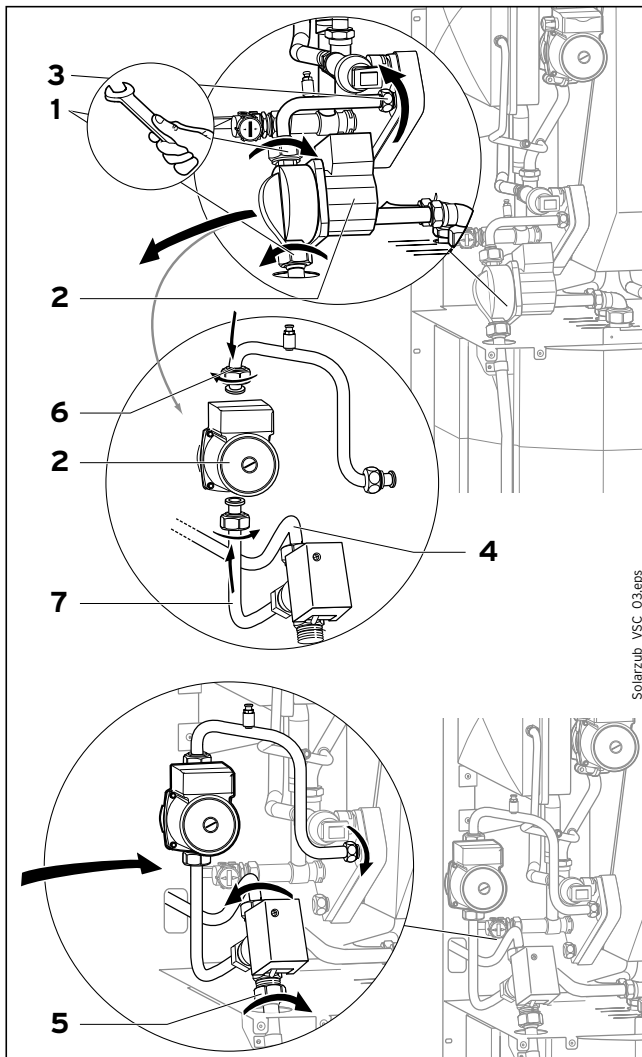
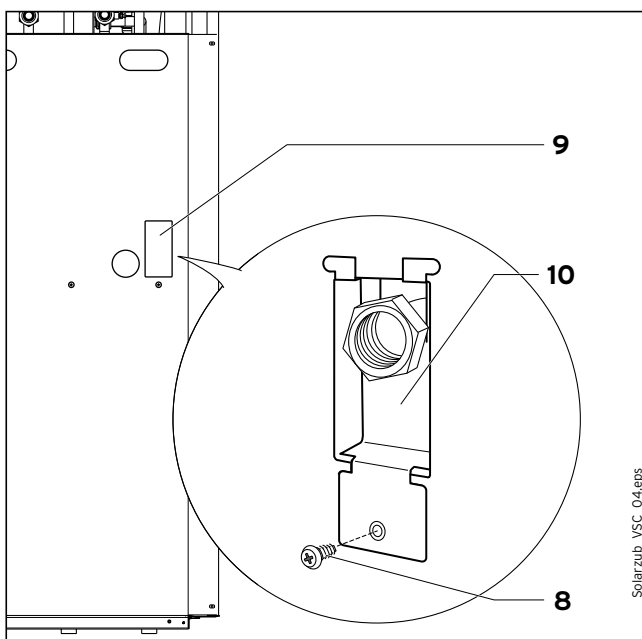

Abb. 3.1 Montage des Drei-Wege-Ventils
Abb. 3.2 Montage des Halters auf der Rückseite
Zur Fixierung des neu eingebauten Anschlussrohres muss an der Geräterückseite ein zusätzlicher Halter montiert werden (siehe Abb. 3.2). Gehen Sie dazu folgendermaßen vor:
- Lösen Sie die Schraube (8) auf der Geräterückseite unterhalb der Öffnung (9).
- Stecken Sie den Halter (10) in die Öffnung wie in Abb. 3.2 dargestellt.
- Fixieren Sie den Halter mit der Schraube (8).
- Montieren Sie das Rohr (7) mit dem kürzeren Rohrschenkel am Anschluss „AB“ des Drei-Wege-Ventils.
- Schrauben Sie den Anschluss „B“ des Drei-Wege-Ventils an den Rohranschluss des Speichers (5).
- Montieren Sie anschließend die Rohre (6) und (4) und die Warmwasser-Ladepumpe (2) wie in Abb. 3.1 dargestellt.